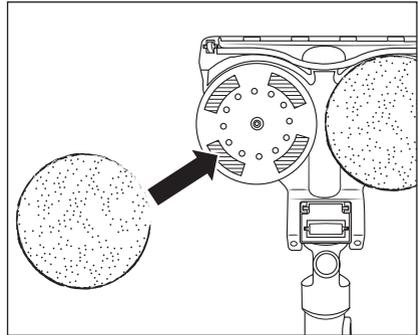

Fig. 17
- ◆ Pour fixer une serpillière ❸⁴ sur l'embout serpillière ❸¹, placez-la au centre de l'un des deux plateaux tournants situés sous l'embout serpillière ❸¹ (voir fig. 17). Appuyez ensuite sur les bandes auto-agrippantes du plateau tournant.